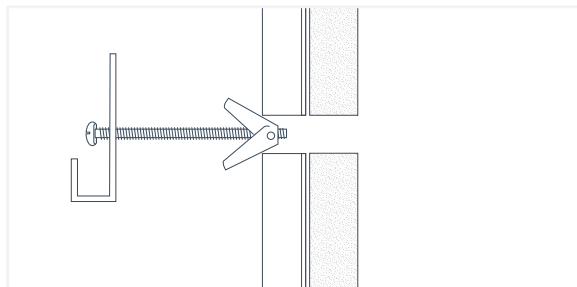

Fig. 52
2. Pase el perno a través del dispositivo de montaje que esté usando y asegúrese de que el extremo del perno esté atornillado en el centro de la palanca para que las alas se puedan doblar hacia abajo sobre las roscas del perno (Fig. 52).